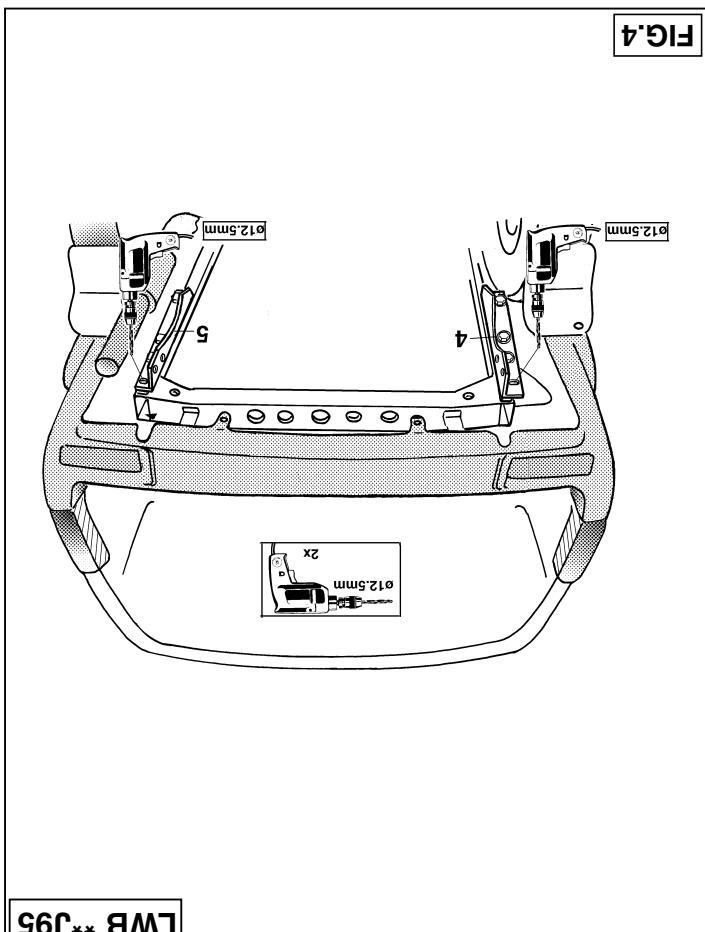
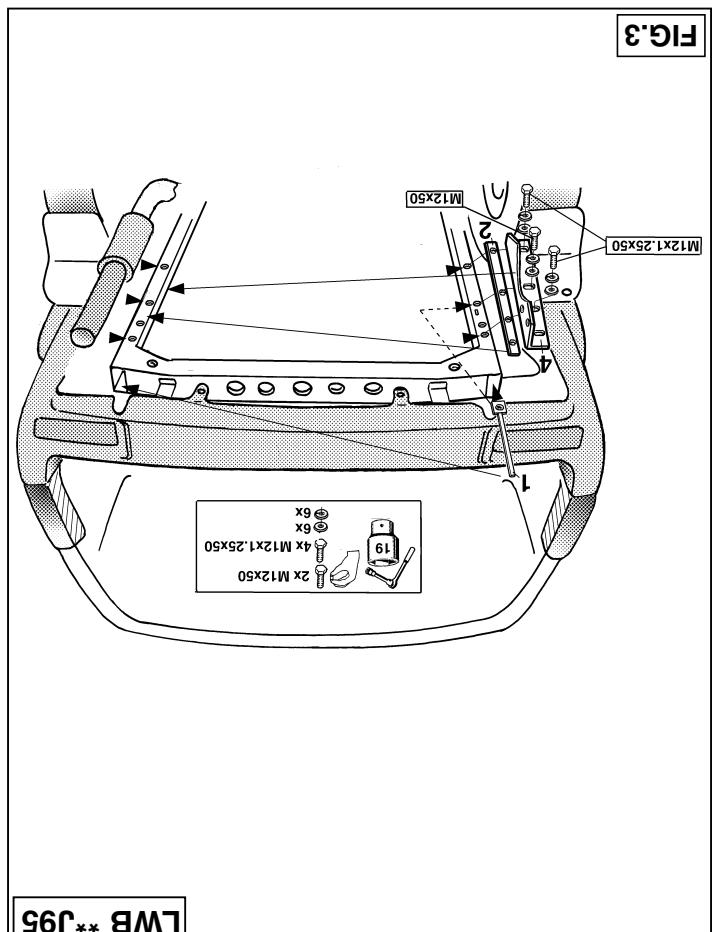

FIG.4
FIG.3
Hedders zijn beweging de breedte van gesloten en in 3 met elkaar de vloerstrippen 2, contraplaat 1 t en bevestigingsschroeven in de constructie van de vloerplaat chassis. De montage links wordt in fig. 3 weergegeven. De montagerechten is hier het spiegelbeeld van. Stoer de twee achterste bevesti- gingspunten overeenkomstig fig. 4 of 5 mm door het chassis en platen op de rechten. De constructie is in fig. 3 weergegeven. De montage rechten is hier het spiegelbeeld van. Stoer de twee achterste bevesti- gingspunten overeenkomstig fig. 4 of 5 mm door het chassis en platen op de rechten.
4. Drill the two last points of attachment the backplate shown in fig.4 to 0.125 mm through the chassis and attach the backplate as shown in the mirror image of fig.3. Attach the bracket on the right side at the left side is shown in fig.3. Attach the bracket onto the chassis. The fitting fixture materials onto the right and left sides of the chassis. The fitting fixture materials 4 and 5 with the filter strips 2, backplates 1, and backplates 2, and fix the filter strips onto the chassis.
Colocar y fijar los soportes de fijación 4 y 5 inclusive las tiras espaciadas 2, las contrapalas 1 y los materiales de fijación en el chasis izquierdo y derecho. El montaje a la izquierda se representa en la fig. 3. El soporte de fijación 4 y los soportes de fijación 5 se colocan en el chasis izquierdo y derecho. Los soportes de fijación 4 y 5 se montarán sin apretarlos del todo.
Die Befestigungshalterungen 4 und 5 einschließlich Füllstreifen 2, Gegenplatten 1 sowie Befestigungsmaterial im linken und rechten Fahrgestell anlegen und entsprechend befestigen. Die Montage auf der linken Seite ist in Fig. 3 dargestellt. Die Montage auf der rechten Seite erfolgt spiegelverkehrt. Die beiden hintersten Befestigungspunkte gemäß Fig. 4 mit einem Durchmesser von 12,5 mm durch das Fahrgestell bohren und gemäß Fig. 5 die Gegenplatten 3 einschließlich Befestigungsmaterial platzieren. Die Befestigungshalterungen 4 und 5 müssen halbfest angebracht werden.
Anbring og monter montagestøtterne 4 og 5 inklusiv udfyldningsbånde-ne 2, spændpladerne 1 og montagematerialerne på det venstre og højre chassis. Montagen i venstre side er vist i fig. 3. Montagen i højre side er et spejlbillede heraf. Bor de to bageste montagepunkter ø12,5mm igennem chassiset ifølge fig. 4 og anbring ifølge fig. 5 spændpladerne 3 inklusiv montagematerialer. Montagestøtterne 4 og 5 bør anbringes manuelt.